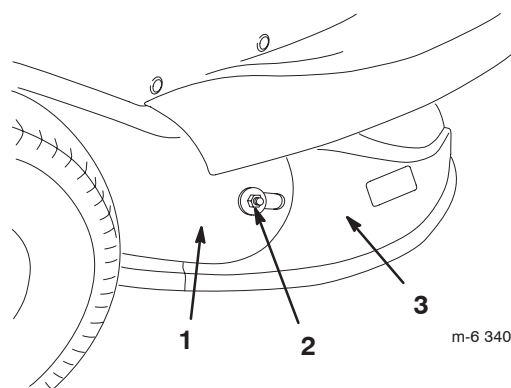

Figure 14
7. Retirez l'écrou et la rondelle extérieure de fixation de l'éjecteur au tube d'éjection (Fig. 14).
13. Remettez l'écrou et la rondelle extérieure de fixation de l'éjecteur au tube d'éjection (Fig. 14).